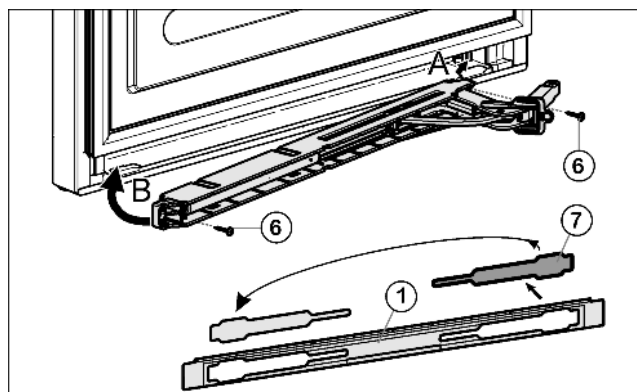

Fig. 10
- ▶ Détacher le cache Fig. 10 (7) du panneau Fig. 10 (1) et le remettre en place de l'autre côté.
- ▶ Encliqueter l'unité de l'amortisseur de fermeture avec l'articulation orientée vers la charnière (A) et bien la guider pour la repositionner (B).
- ▶ Visser à fond l'unité de l'amortisseur de fermeture (2 vis Torx® 15) Fig. 10 (6).